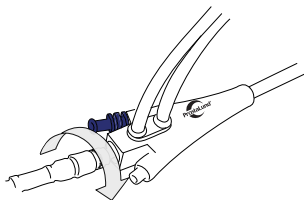

Bild 2. Säkra antennen i CoreTherm®-katetern.
1. Sätt in den desinficerade mikrovågsantennen i CoreTherm®-katetern och säkra antennen genom att vrida Luer-låset medurs, se bild 2. Samma procedur gäller för båda antenntversionerna.